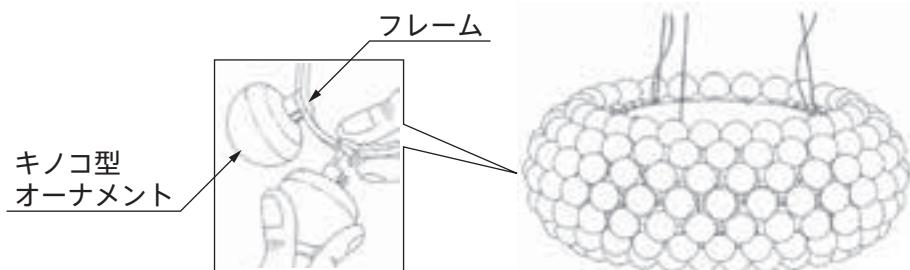

図4
11. 必要であれば、再度ワイヤーの長さを調整し、本体のバランスを調整してください。 (図4)